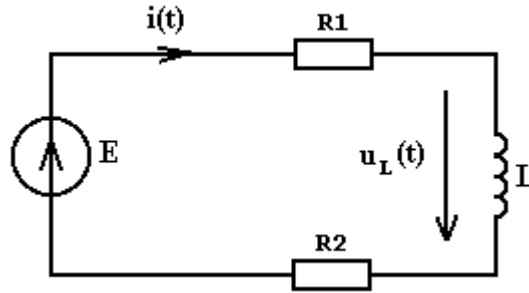

Рисунок 4.46
2. Для цепи (рисунок 4.46) после замыкания ключа "к" запишем уравнение по 2 закону Кирхгофа $u_R + u_L = E$ или $(R_1 + R_2) \cdot i + L \frac{di}{dt} = E$ (1)